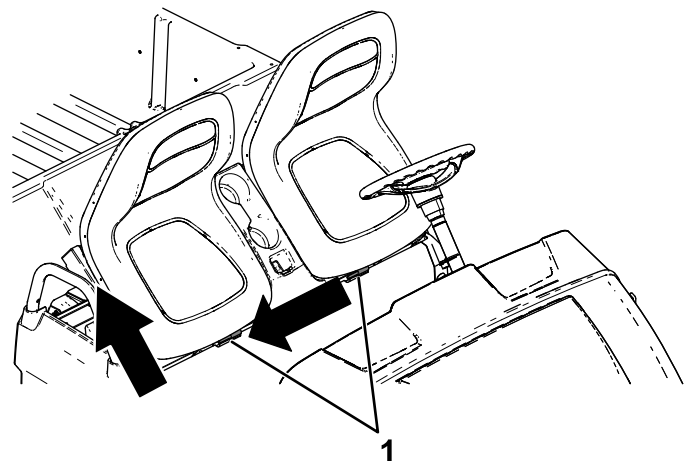

Bild 33
2. Schieben Sie den Sitz seitlich aus den Stiften heraus und heben Sie den Sitz hoch (Bild 33).